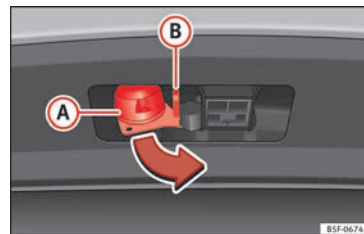

Abb. 234 13-polige Steckverbindung drehen »
- Halten Sie die 13-polige Steckverbindung im Bereich **(A)** und ziehen Sie sie in Pfeilrichtung heraus »» **Abb. 234**.
- Halten Sie die 13-polige Steckverbindung im Bereich **(A)** und stecken Sie sie entgegen der Pfeilrichtung ein »» **Abb. 234**.
Die Sicherheitsöse **(B)** »» **Abb. 234** dient dem Einhängen des Halteseils des Anhängers.